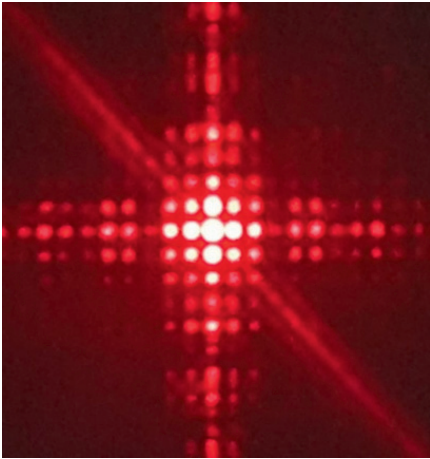
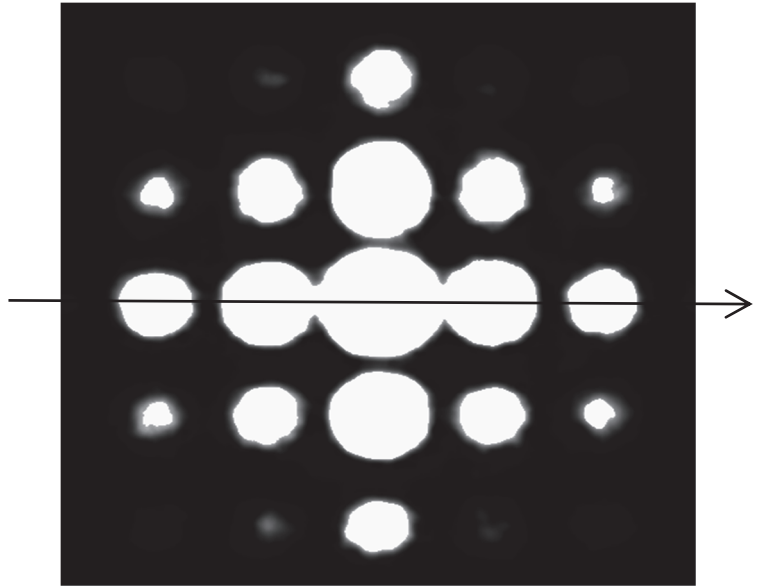

Figure 6. Figure d'interférences obtenue
Figure 7. Tache centrale de la figure d'interférences à l'échelle 1/1
- la figure d'interférences obtenue est donnée sur les figures 6 et 7.
Le centre de la figure d'interférences de la figure 6 est représenté sur la figure 7 ci-dessus à l'échelle 1/1. L'interfrange, noté  $i$ , est défini comme la distance entre les centres de deux taches lumineuses successives selon l'axe identifié sur la figure 7.